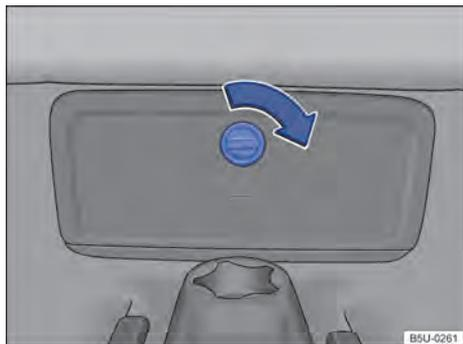

Fig. 177 En el piso del asiento trasero: acceso a la caja de fijación de las herramientas de a bordo.
- Girar el botón en el sentido de la flecha → fig. 177 y retirar el revestimiento por completo para acceder a la caja de las herramientas de a bordo.